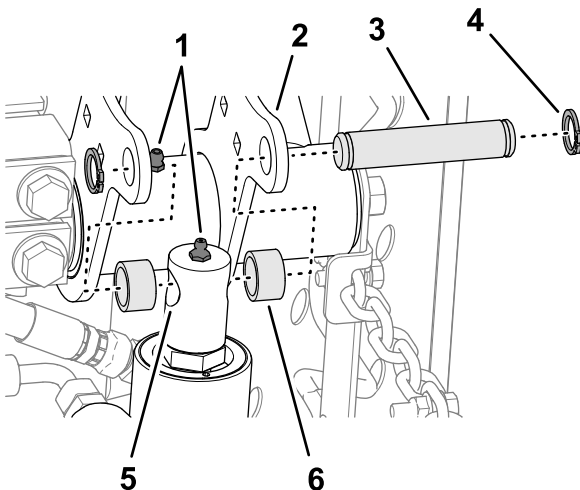

Bild 13
4. Bewegen Sie die Hubzylinderstange langsam, bis sie mit den Löchern in den rechten Hubarmflanschen fluchtet (Bild 13).
5. Montieren Sie die Stange mit dem Befestigungsstift, zwei Distanzstücken und zwei Sprengringen an den Flanschen (Bild 13).
6. Tragen Sie Lithiumfett Nr. 2 auf die Schmiernippel des Hubarms und des Hydraulikzylinders auf (Bild 13).
- Richten Sie die Löcher in den Platten des vorderen Trägerrahmens auf die Löcher in den Montageplatten des Mähwerks aus (Bild 13).